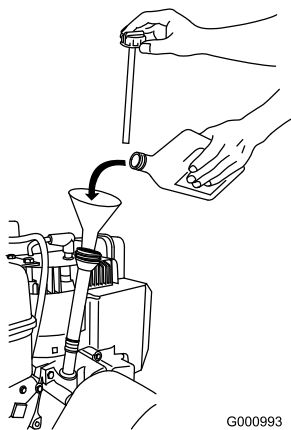

Figure 18
1. Retirez la jauge et versez de l'huile **lentement** dans le goulot de remplissage pour faire monter le niveau de liquide jusqu'au repère du plein (Full) sur la jauge. **Ne remplissez pas excessivement.**(Figure 18).